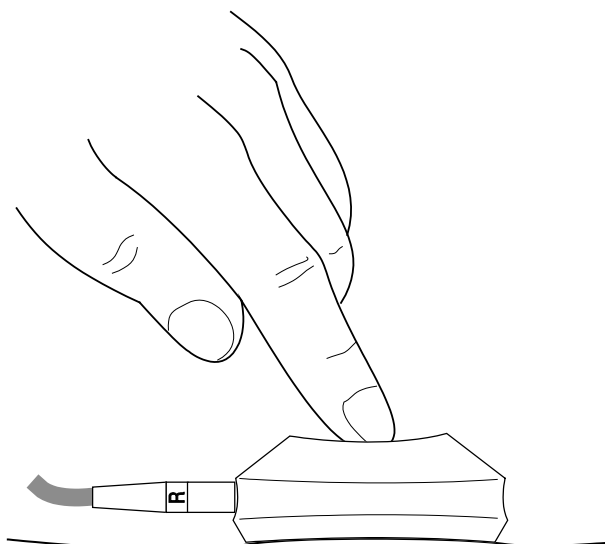

Figure 4-2. Pose d'une électrode
- \* Placer l'électrode au point de captage en appuyant légèrement sur la ventouse ; relâchez-la ensuite (figure 4-2).